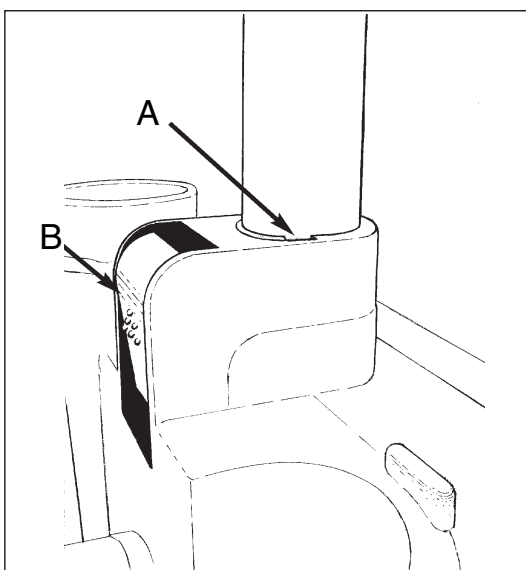

Figure 5
- b. Abaissez complètement la poignée dans le boîtier de collecteur de poussière jusqu'à ce que la marque sur le tube de la poignée soit en dessous du repère (voir figure 5, élément A). Ceci permet de s'assurer que la poignée est correctement en place.
- c. Pressez le verrou de poignée en position verrouillée (voir figure 5, élément B).